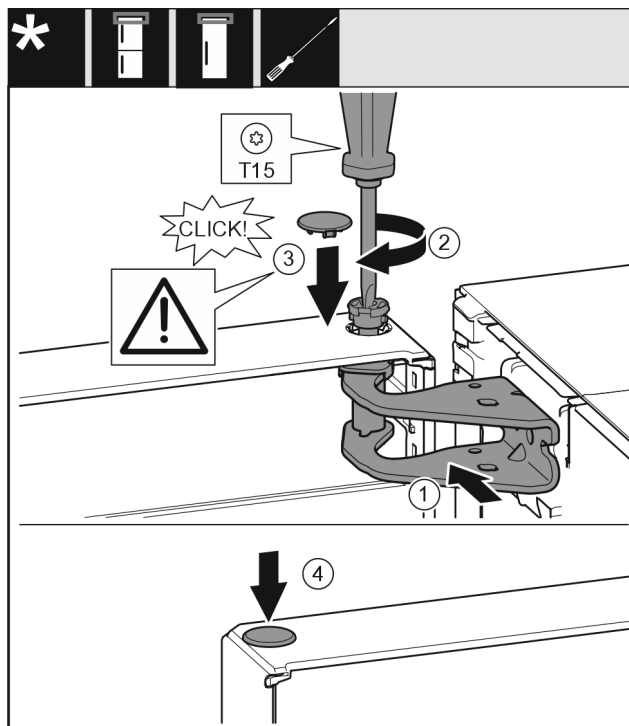

Fig. 22
- ▶ Allineare la porta in alto all'apertura nel blocco di supporto. Fig. 22 (1)
- ▶ Inserire i perni e serrare con il cacciavite T15. Fig. 22 (2)
- ▶ Montare la copertura di protezione della porta: inserire la copertura di protezione e controllare se appoggia sulla porta. Altrimenti inserire completamente il perno. Fig. 22 (3)
- ▶ Inserire i tappi. Fig. 22 (4)